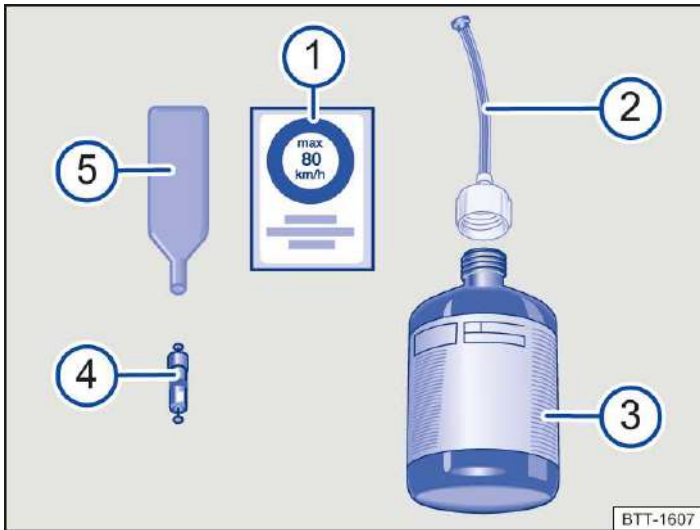

Abb. 1 Bestandteile des Pannensets (Prinzipdarstellung).
- ① Aufkleber mit der Geschwindigkeitsangabe „max. 80 km/h“ oder „max. 50 mph“.
- ② Einfüllschlauch mit Verschlussstopfen.
- ③ Reifenfüllflasche.
- ④ Ersatz-Ventileinsatz.
- ⑤ Ventileinsatzdreher.
Der Ventileinsatzdreher → *Abb. 1* ⑤ hat am unteren Ende einen Schlitz, in den der Ventileinsatz passt. Nur so kann der Ventileinsatz aus dem Reifenventil heraus- und wieder hineingedreht werden. Das gilt auch für den Ersatz-Ventileinsatz ④.
1. Aufkleber aus dem Pannenset → *Abb. 1* ① im Blickfeld des Fahrers auf die Instrumententafel kleben.
3. Mit dem Ventileinsatzdreher → *Abb. 1* ⑤ den Ventileinsatz aus dem Reifenventil herausdrehen und auf einen sauberen Untergrund legen.
4. Reifenfüllflasche → *Abb. 1* ③ einige Male kräftig hin und her schütteln.
5. Einfüllschlauch → *Abb. 1* ② fest im Uhrzeigersinn auf die Reifenfüllflasche schrauben. Die Folie am Verschluss wird automatisch durchstoßen.
6. Verschlussstopfen vom Einfüllschlauch → *Abb. 1* (2) entfernen und das offene Ende ganz auf das Reifenventil stecken.
9. Ventileinsatz mit dem Ventileinsatzdreher → *Abb. 1* (5) wieder in das Reifenventil schrauben.